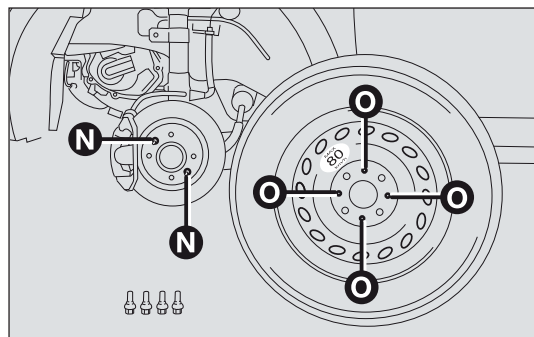

fig. 126
- ☐ montare il ruotino di scorta facendo coincidere il perno N-fig. 126 con uno dei fori O presenti sulla ruota;